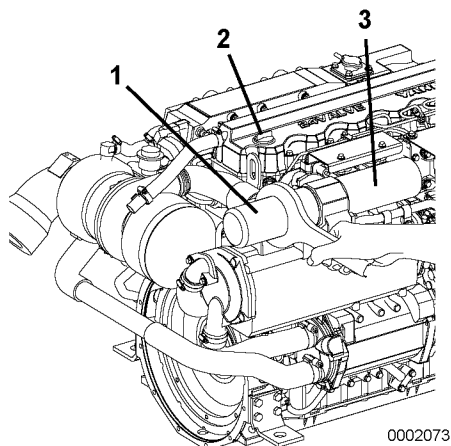

Figure 2
2. **AVIS: Empêchez la poussière et la saleté de contaminer le liquide de refroidissement du moteur. Nettoyez soigneusement la jauge et les zones avoisinantes avant d'enlever le bouchon.** Enlevez la jauge d'huile moteur. Fixez la pompe de vidange d'huile et pompez l'huile. Pour faciliter la vidange, enlevez le bouchon de remplissage d'huile (Figure 2, (2)) (jaune) au sommet du couvre culbuteur. Éliminez l'huile usagée de façon appropriée. **AVIS: Soyez TOUJOURS respectueux envers l'environnement.**
3. Retirez le filtre à huile moteur (Figure 2, (1)) à l'aide d'une clé à filtre (tournez-la dans le sens contraire des aiguilles d'une montre).